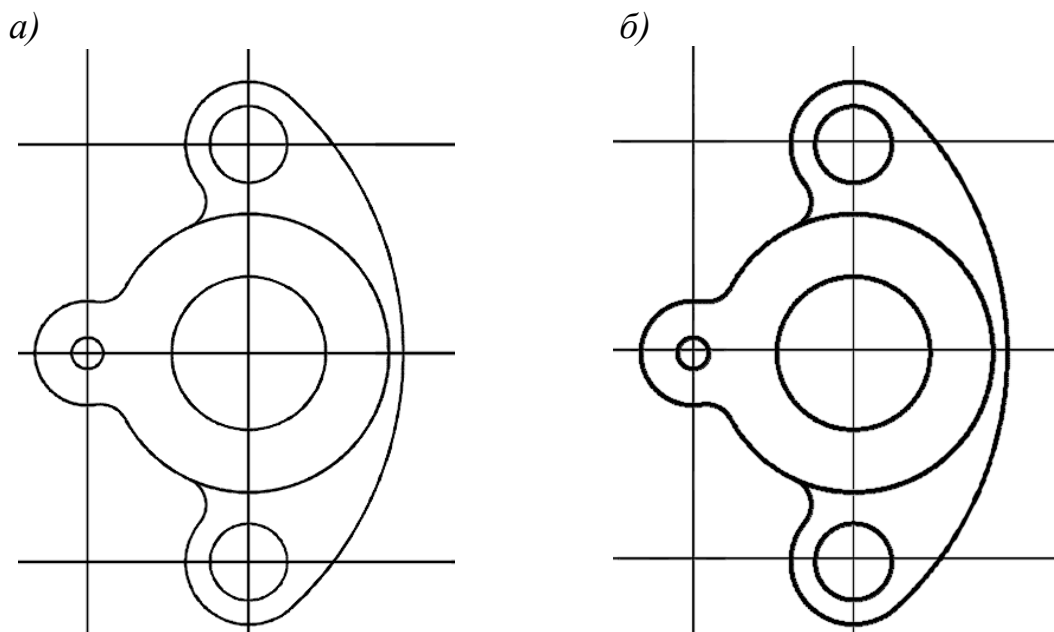

Рис. 3.5
- или выполнить обрезку (рис. 3.5, *a*) с помощью команды **ОБРЕЗАТЬ** (опция **Все линии режущие кромки**). Линии основного контура перенести на слой **КОНТУР** с установленным весом линий 0,6 мм (рис. 3.5, *б*).